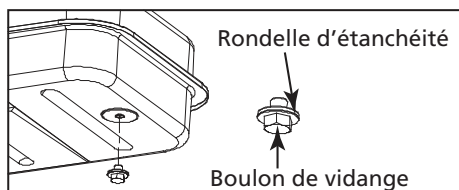

Figure 9. Boulon de vidange
3. À l'aide de la douille de 3/4 po ou de la clé à molette, remplacez le boulon de vidange sur le réservoir à combustible. (Voir figure 9.)